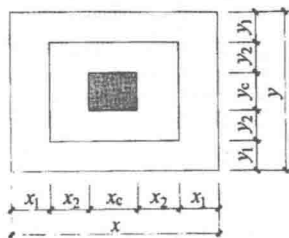
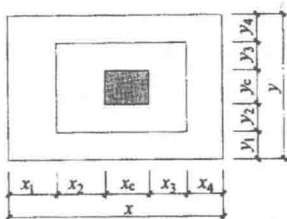

图 1-9 对称阶形截面普通独立基础原位标注
图 1-10 非对称阶形截面普通独立基础原位标注
① 阶形截面。对称阶形截面普通独立基础原位标注图,如图 1-9 所示。非对称阶形截面普通独立基础原位标注图,如图 1-10 所示。